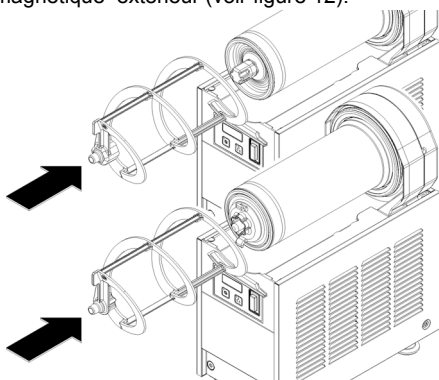

figure 12
**6** Enfiler la spirale extérieure sur l'évaporateur en accouplant son extrémité hexagonale à l'extrémité hexagonale de l'arbre du rotor magnétique extérieur (voir figure 12).